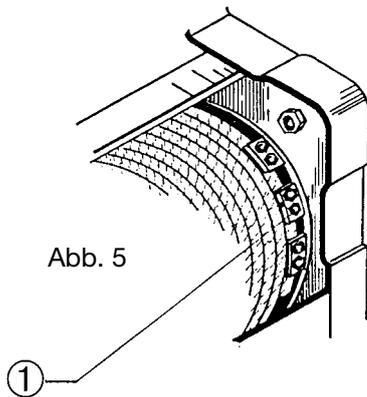

Abb. 5
**!** **Abbau des Seils:** Den Keil der Schloßhülse abziehen (Abb. 4), dann das Seilende aus dem Bügel nehmen und das Seil aus den Rollen der Unterflasche und eventueller Umlenkung herausziehen. Das Seil vollkommen von der Trommel abrollen, dazu an der Schalttafel „Abstieg“ drücken, bis zum Trommelende. Befestigungsschrauben der Seilklemmen lockern (Abb. 5).
**Montage des neuen Seils:** Das Seil in die letzte Befestigungsklemme einführen und das Seilende etwa 40 mm vorstehen lassen; Schrauben der Klemme anziehen (Abb. 5 - Pos. 1) und das Seil solange anziehen, bis es gequetscht wird. Weitere Klemmen anbringen.